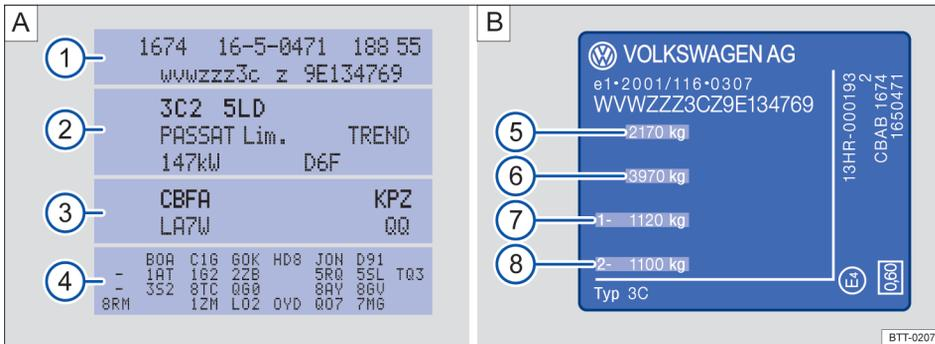

Fig. 14 A: portadatos del vehículo: en la figura, por ejemplo, con letras distintivas del motor CBFA ③. **B:** placa de modelo.
El portadatos del vehículo ⇒ fig. 14 A va pegado en el maletero en la zona de la cavidad de la rueda de repuesto y en él figuran los siguientes datos:
- ① Número de identificación del vehículo (número de bastidor)
- ② Tipo de vehículo, potencia del motor y caja de cambios
- ③ Letras distintivas del motor y del cambio, referencia de la pintura, equipamiento interior. En el ejemplo las letras distintivas del motor son “CBFA” ⇒ fig. 14.
- ④ Equipamiento opcional, números PR
La placa de modelo ⇒ fig. 14 B se encuentra en la parte inferior del montante de la puerta del conductor. Los vehículos destinados a determinados países no llevan placa de modelo.